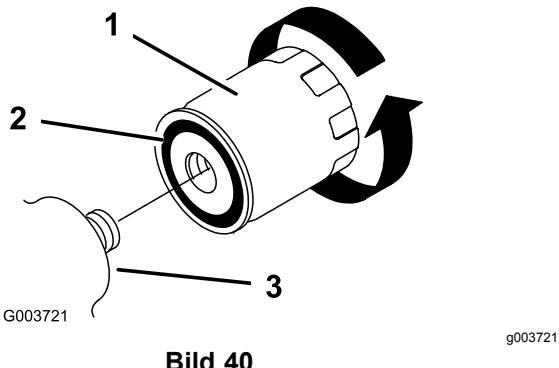

Bild 40
6. Entfernen Sie den alten Filter (Bild 40) und wischen Sie die Kontaktfläche am Filteradapter ab.
7. Ölen Sie die Gummidichtung am Ersatzfilter leicht mit Frischöl ein (Bild 40).
8. Drehen Sie den Austauschfilter auf den Filteradapter auf (Bild 40). Ziehen Sie ihn nach rechts fest, bis die Gummidichtung den Filteradapter berührt. Ziehen Sie ihn dann um eine weitere halbe Umdrehung an.